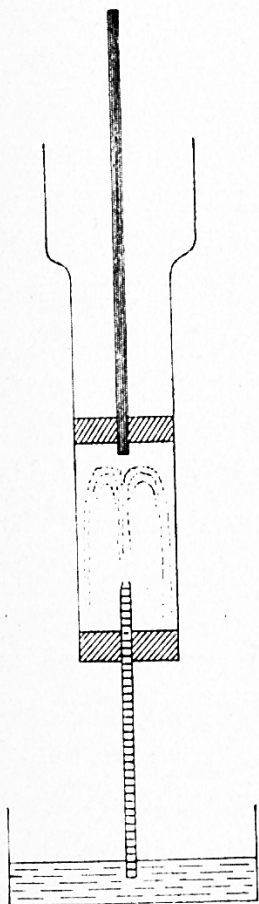

Abb. 59. Wirkung des Luftdruckes.
6. Versieh nach Abbildung 59 einen Lampenzylinder mit einem Kolben und einem durchbohrten Korke! Führe durch dessen Bohrung eine Glasröhre! Das im Zylinder befindliche Ende derselben ist zugespitzt. Tauche das weitere Ende der Glasröhre in ein Gefäß mit Wasser und ziehe den Kolben empor! Durch den äußern Luftdruck wird das Wasser in einem Strahle in den Zylinder getrieben. (Hahn.)